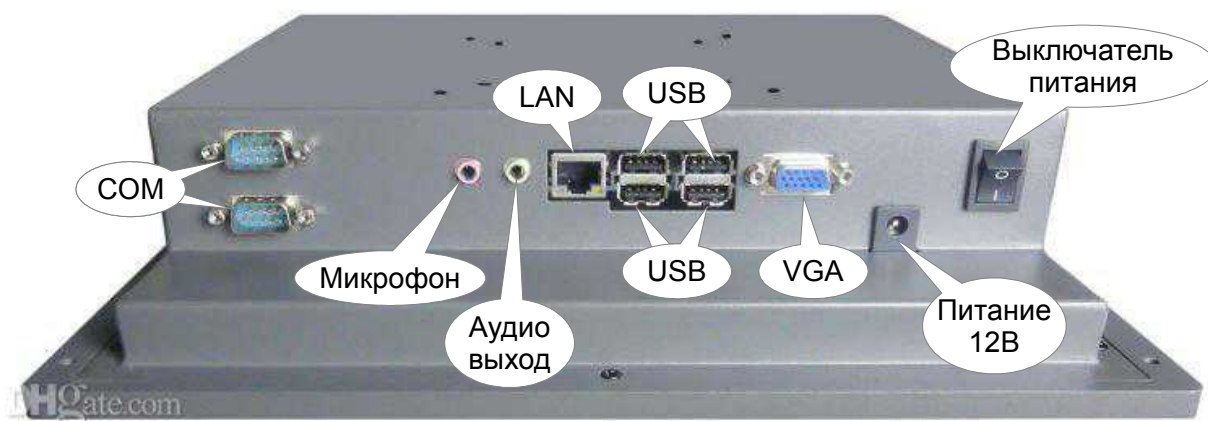

Рисунок 4 - Расположение соединителей на нижней панели регистратора ЭР-12
8.3.3 На нижней панели корпуса ППК (Рисунок 4, Рисунок А.2) расположены соединители (количество и расположение указанных разъёмов может изменяться), предназначенные для подключения: